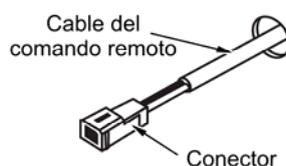

Fig. 2
3. Inserte el cable del comando remoto en su agujero asegurándose que los terminales con conector estén lo más cerca posible del comando remoto (Fig.2).